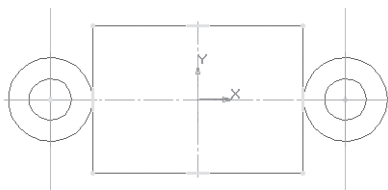

Рис. 167
- на получившихся точках пересечения постройте две окружности: радиус первой – 20 мм, второй – 10 мм (рис. 167);